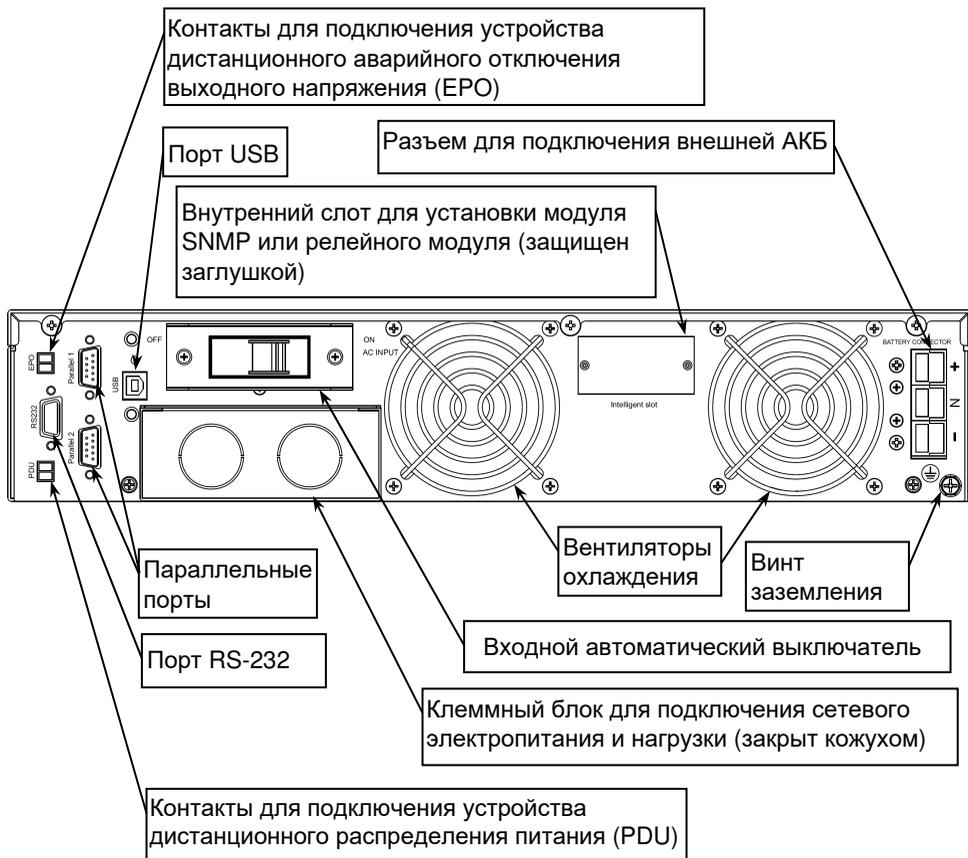
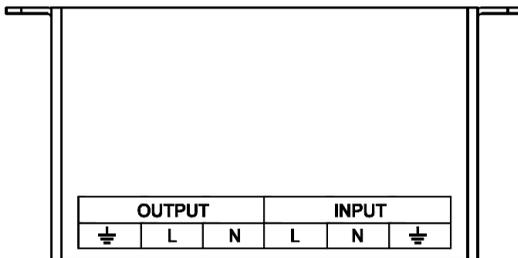

Рисунок 5 — Общий вид задней панели ИБП.
Рисунок 6 – Маркировка защитного кожуха
После монтажа ИБП в шкаф изделия необходимо выполнить подключение кабелей пользователя к изделию (см. рисунок 5). Подключение проводов к клеммному блоку ИБП следует выполнять в соответствии с маркировкой, нанесенной на стенку кожуха (см. рисунок 6) в следующей последовательности:
- подключение кабелей к клеммному блоку следует выполнять в соответствии с маркировкой, нанесенной на стенку кожуха клеммного блока ИБП (см. рисунок 6);
- Включите входной автоматический выключатель, расположенный на задней стенке корпуса ИБП (см. рисунок 5):
Чтобы выключить изделие, нажмите и удерживайте в нажатом положении около одной секунды кнопку , пока не прозвучит звуковой сигнал. На передней панели погаснет индикатор «ИНВЕРТОР» и включится индикатор «БАЙПАС», показывая, что изделие питает нагрузку напрямую от входной сети электропитания в обход инвертора. Выключите входной автоматический выключатель, расположенный на задней стенке корпуса ИБП (см. рисунок 5). Изделие отключит выходное напряжение и, через несколько секунд, индикатор «СКАТ» погаснет.